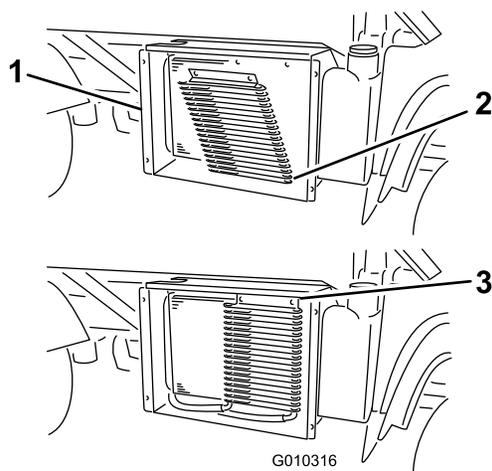

Рисунок 61
3. Поверните защелки и откиньте от радиатора масляный охладитель (если это предусмотрено) (Рисунок 61).